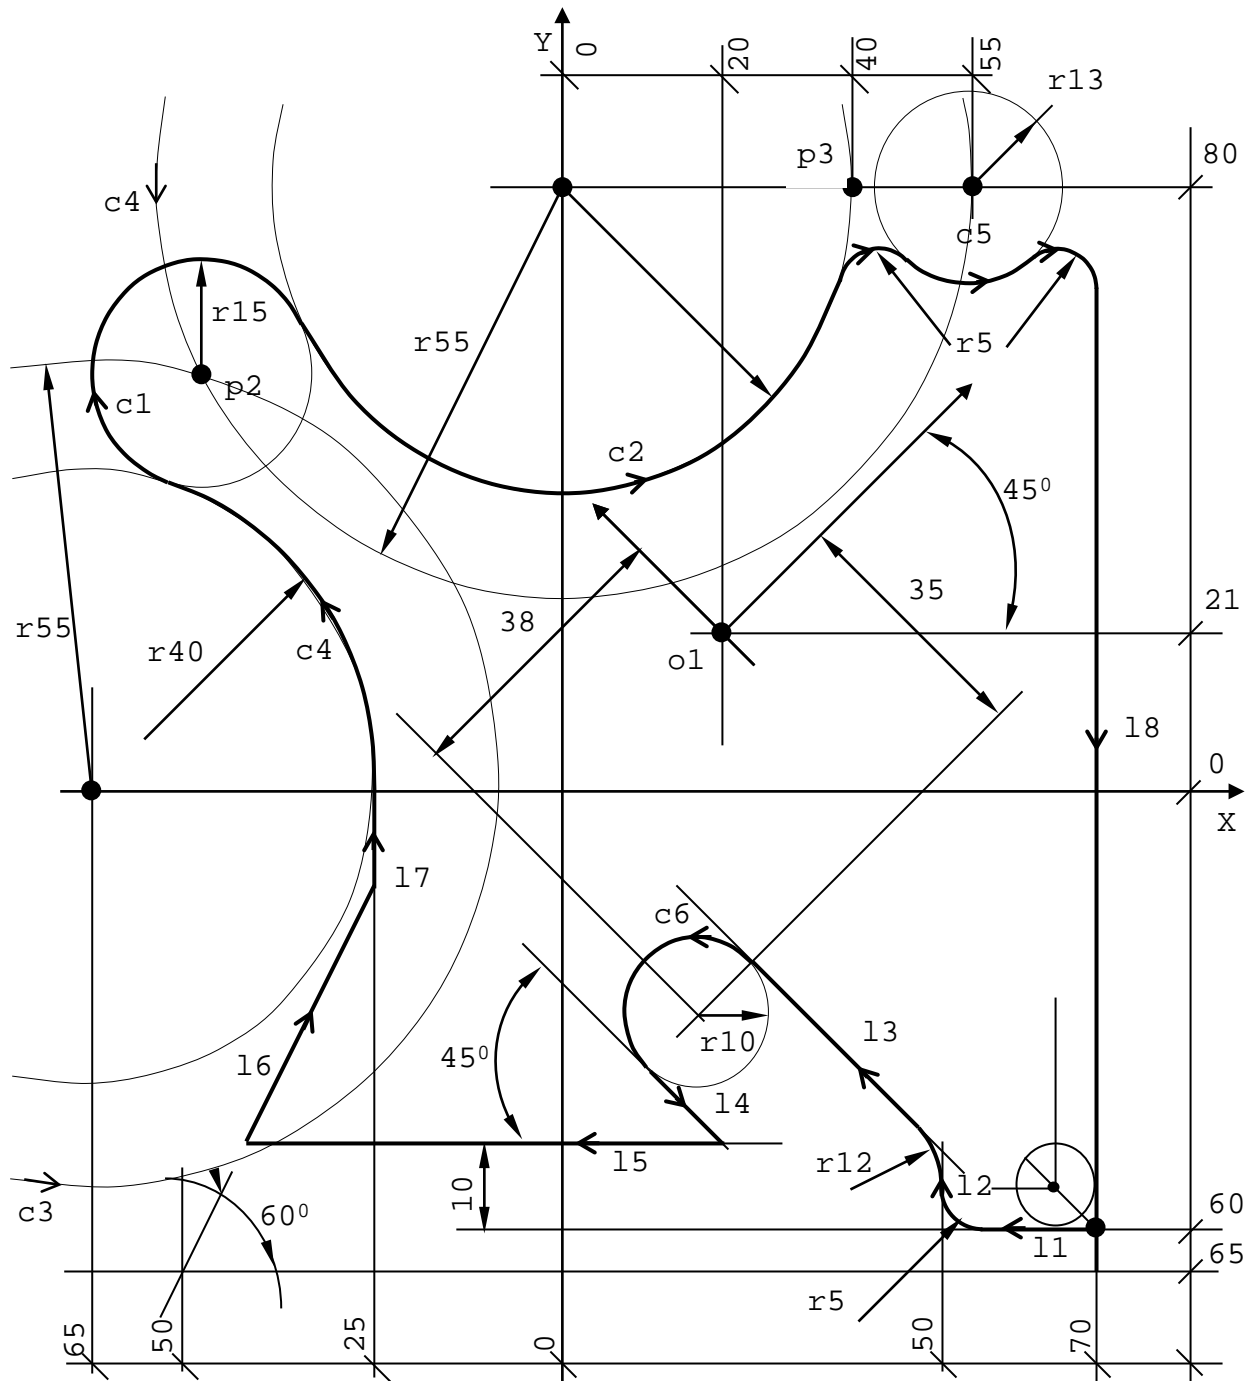

Рисунок 2.108
**Пример 3** (см. рисунок 2.108):